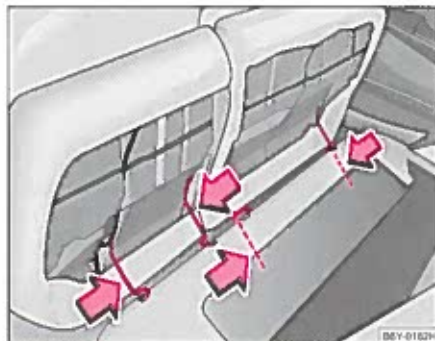

Fig. 54 Sådan tages bagsædet ud
- Tryk på bøjlen i pileretningen ⇒ fig. 54 og tag sædet ud af dets holder.